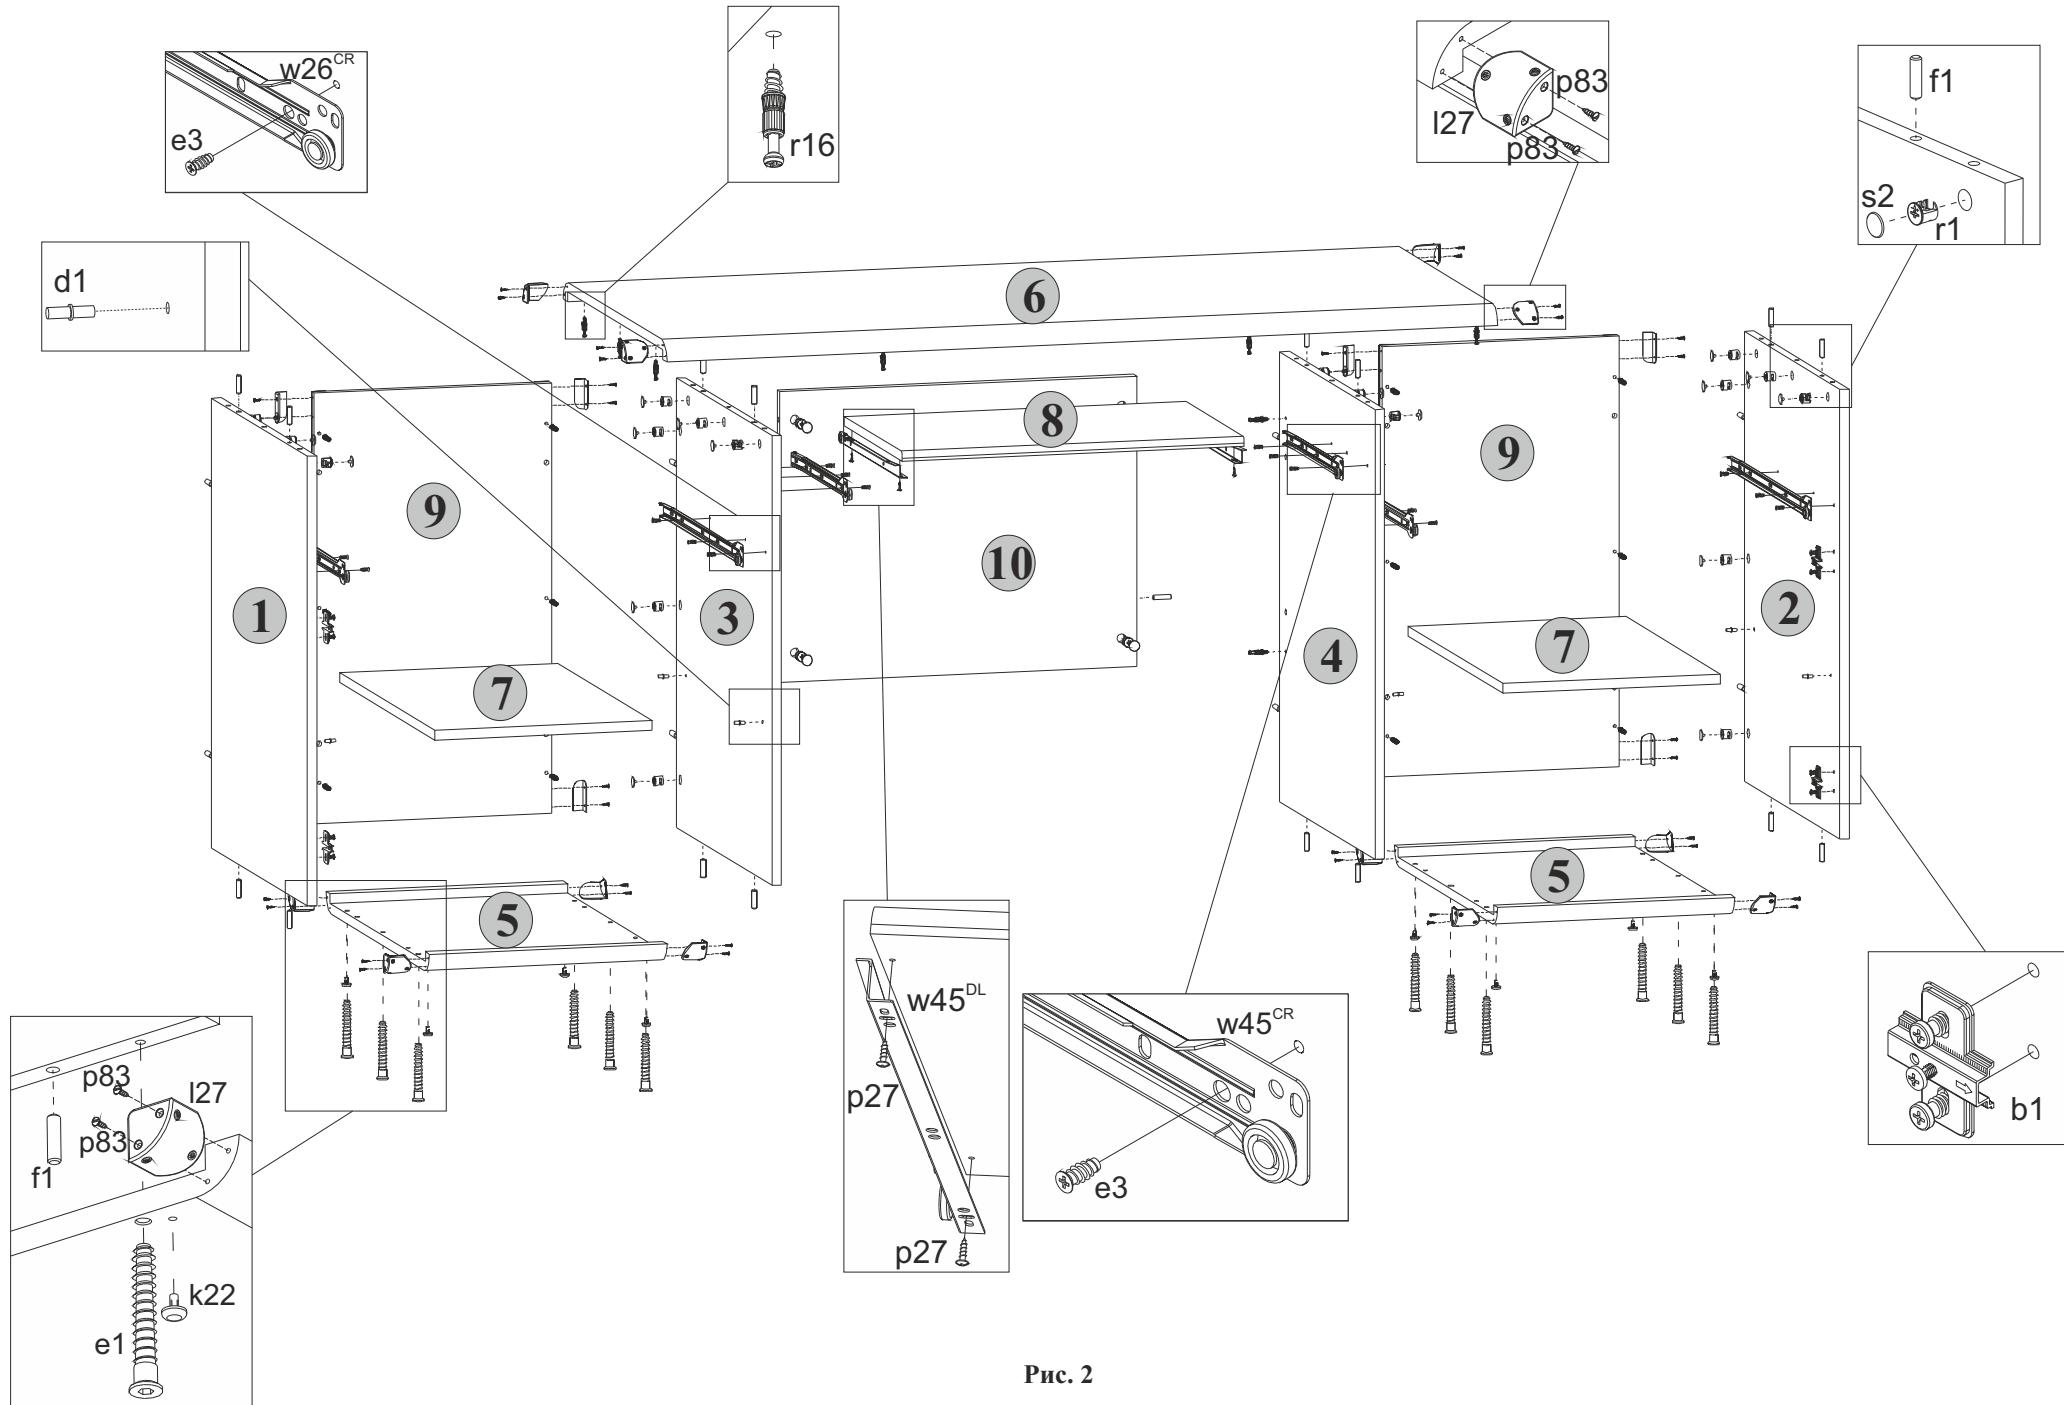

Рис. 2
- 5.35 К полке выкатной **8** шурупами **p27** закрепить направляющие **w45DL** и **w45DR**, как показано на **рис. 2**.
5.5 В отверстия диаметром **5 мм** у фасадных кромок на правой поверхности стенки боковой **1** и на левой поверхности стенки боковой **2**, закрепить направляющие петель **b1**, пользуясь крестообразной отверткой (**см.рис. 2**).
5.6 В отверстия диаметром **5 мм** на правой поверхности стенки боковой **1**, на левой поверхности стенки боковой **2**, на левой поверхности стенки средней **3** и на правой поверхности стенки средней **4** вставить полкодержатели **d1** (**см.рис. 2**).
5.7 В отверстия диаметром **5 мм** на передних поверхностях деталей **9**, на нижней поверхности щита верхнего **6**, на правой поверхности стенки средней **3** у задней кромки и на левой поверхности стенки средней **4** у задней кромки вкрутить винты стяжки **r16**, пользуясь крестообразной отверткой (**см.рис. 2**).
5.8 На правой поверхности стенки боковой **1**, на левой поверхности стенки средней **3**, на правой поверхности стенки средней **4**, на левой поверхности стенки боковой **2** и на передней поверхности щита **10** в отверстия диаметром **15 мм** вставить стяжки эксцентриковые **r1** (**см.рис. 2**).
5.9 В отверстия диаметром **4,5 мм** на нижних поверхностях щитов нижних **5** вставить опоры полимерные **k22** (подплатники) (**см.рис. 2**).
5.11 К деталям **1** и **3** присоединить щит нижний **5** и стянуть еврошурупами **e1**, пользуясь специальным ключом **z1** из комплекта фурнитуры (**см.рис. 2**).
5.14 К правой поверхности стенки средней **3** присоединить щит **10** и затянуть стяжки эксцентриковые **r1**, пользуясь специальным ключом **z1** из комплекта фурнитуры. Стяжки эксцентриковые закрыть заглушками **s2** (**см.рис. 2**).
5.16 К деталям **2** и **4** присоединить щит нижний **5** и стянуть еврошурупами **e1**, пользуясь специальным ключом **z1** из комплекта фурнитуры (**см.рис. 2**).
5.19 К левой поверхности стенки средней **4** присоединить щит **10** и затянуть стяжки эксцентриковые **r1**, пользуясь специальным ключом **z1** из комплекта фурнитуры. Стяжки эксцентриковые закрыть заглушками **s2** (**см.рис. 2**).
5.20 К стенкам боковым **1** и **2**, а также к стенкам средним **3** и **4** присоединить щит верхний **6** и затянуть стяжки эксцентриковые **r1**, пользуясь специальным ключом **z1** из комплекта фурнитуры. Стяжки эксцентриковые закрыть заглушками **s2** (**см.рис. 2**).
5.2 В отверстия диаметром **8 мм** на задних, верхних и нижних кромках стенок боковых **1** и **2**, на задних, верхних и нижних кромках стенок средних **3** и **4**, на боковых кромках щита **10** вбить деревянные шканты **f1** (**см.рис. 2**).